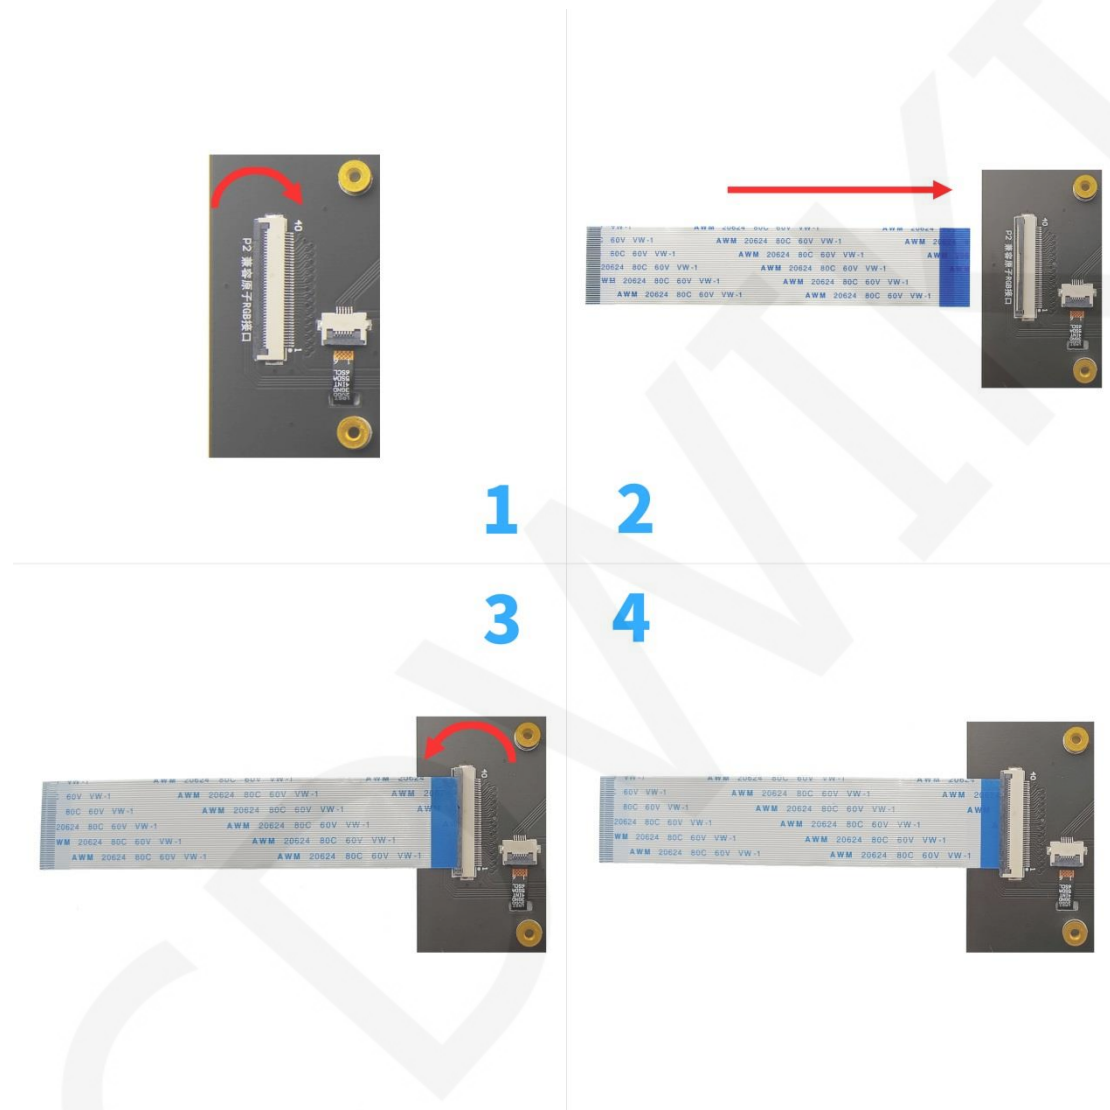

图3. 连接RGB显示模块
- A、使用40pin软排线连接显示模块上的RGB接口。其中P2接口兼容正点原子开发板，P3接口兼容野火开发板（如图3所示，图中是以连接P2接口为例，P3接口的连接方法和这一致）。